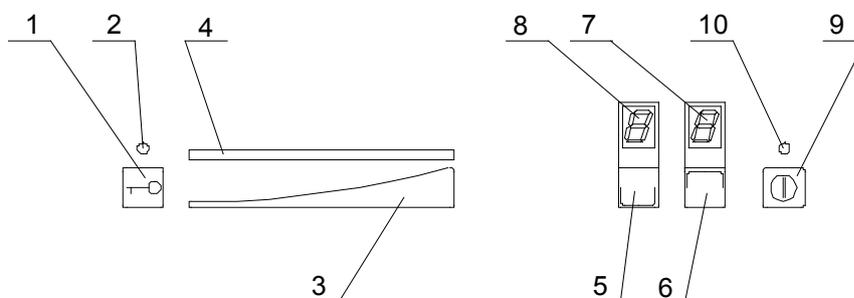

Рис. 2 (панель управления – поз. 7 на рисунке 1)
В передней части варочной панели расположена **сенсорная панель управления** (рис. 2). Она позволяет управлять и контролировать отдельные газовые горелки варочной панели, а также отображает соответствующие сообщения, информирующие о режимах работы варочной панели.
После подключения электричества варочная панель готова к работе, что сигнализируется свечением диода, расположенного возле сенсора, **поз. 10 на рис. 2**;
- после прикосновения пальцем к сенсору главного выключателя, **поз. 9 на рис. 2**, его индикатор гаснет и варочная панель готова к принятию команд. Все четыре индикатора, **поз. 7,8 на рис. 2**, в течение **10 секунд** отображают цифру «0». Если по прошествии этого времени не будут предприняты дальнейшие шаги, электроника варочной панели перейдет в режим ожидания, индикаторы погаснут, снова загорится индикатор сенсора выключателя.
Выбор одной произвольной горелки прикосновением к зоне активизации контроллера, поз. 5 или 6, на рис. 2, и установка ее мощности прикосновением к регулятору мощности/слайдеру, поз. 3 на рис. 2, в диапазоне выше «0» приведет к включению горелки. Это должно произойти до 5 секунд с момента активизации котроллера сенсором включить/выключить, поз. 9 на рис. 2. В случае промедления горелка не включится, и контролер перейдет в режим ожидания, ожидая повторения команды.
- Прикоснуться пальцем к сенсору «включить/выключить», поз. 9 на рис. 2 в зонах 7,8, загорятся индикаторы «0». Повторно прикасаясь пальцем к сенсору, соответствующему выбранной горелке, рис. 2, согласно потребностям и обозначениям на конфорке, приступите ко второму этапу настройки горелки, т.е. перемещая палец в области слайдера/регулятора, поз. 3 на рис. 2, установите требуемую мощность конфорки. В это время дисплей регулятора мощности, поз. 4 на рис. 2, отобразит линию диодов, а в ранее обозначенной зоне отобразится цифровое сообщение в пределах от 0 до 9, информирующее о значении установленной мощности. Удлинение линии диодов и отображение все большего значения сообщения указывает на увеличение мощности горелки и, наоборот, перемещением пальца в направлении «ключика» мощность уменьшается. Одновременно линия светящихся диодов сокращается, и отображаются все меньшие значения, достигающие «0». Цифра «9» соответствует максимальной мощности нагрева горелки, цифра «0» - отсутствию заданной мощности.
Возможно также изменение мощности горелки/горелок иным способом, т.е. после предварительной активизации /зоны 5, 6, контроллера/ выбранной горелки прикосновением в произвольном месте зоны регулятора мощности, поз. 3 на рис. 2. Пошагово изменяется мощность активизированной горелки до уровня, соответствующего месту прикосновения. Установку мощности таким способом следует выполнить в течение 5 секунд. Через 5 секунд после завершения последнего изменения мощности управляющие зоны котроллера уже не принимают дальнейших команд, и устанавливается новый уровень мощности выбранной горелки, указанный в предыдущей операции.
- После каждого изменения настроенной мощности выбранной горелки линия диодов загорается и мгновение спустя гаснет, и отображается только измененный уровень мощности включенной горелки. После включения всех горелок в соответствующей очередности отображается их настроенная мощность, а линия, поз. 4 рис. 2, не светится. Горелки, не включенные в зоне котроллера, соответствующей горелке, обозначенной на панели, остаются погасшими, не светятся.
Чтобы выключить какую-либо из работающих горелок, следует прикоснуться к соответствующему сенсору, а затем переместить палец по шкале в направлении «ключика», снижая мощность горелки до «0» (прекращение подачи газа). Во время выполнения этой операции загорается линия диодов /**поз. 4 рис. 2**/, отображающая уровень мощности, и изменяются цифры с ранее настроенного уровня до уровня «0». После достижения позиции «0» горелка гаснет, а контролер переходит в состояние готовности к возобновленной работе, мгновение спустя появляется буква «Н», сигнализирующая, что панель над выключенной горелкой является горячей.
- прикоснуться к сенсору /ключик/ пальцем, **поз. 1 рис. 2**, как минимум два раза в течение 2 секунд, два коротких нажатия заблокируют котроллер,
- свечение сигнализационного диода и звуковой сигнал, **поз. 2 рис. 2**, сигнализируют режим блокировки котроллера, одновременно раздается длинный звуковой сигнал. Контролер варочной панели не реагирует на команды, за исключением изменения состояния блокировки.
- прикоснуться к сенсору пальцем, **поз. 1 рис. 2**, дважды в течение 2 секунд,